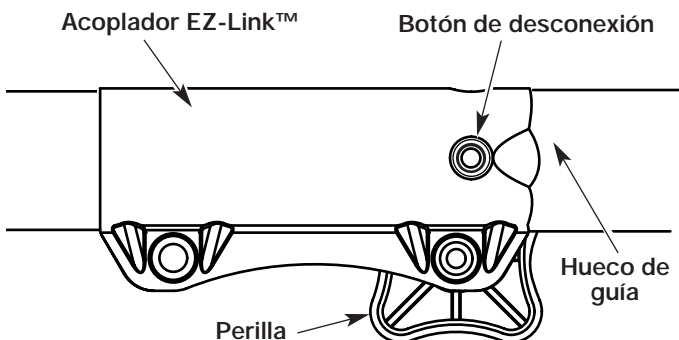

Fig. 9
1. Gire la perilla en sentido antihorario para aflojarla (Fig. 9).
2. Opima y sostenga el botón de desconexión (Fig. 9).
NOTA: La alineación del botón de desconexión con el hueco de guía facilitará la instalación (Fig. 9).